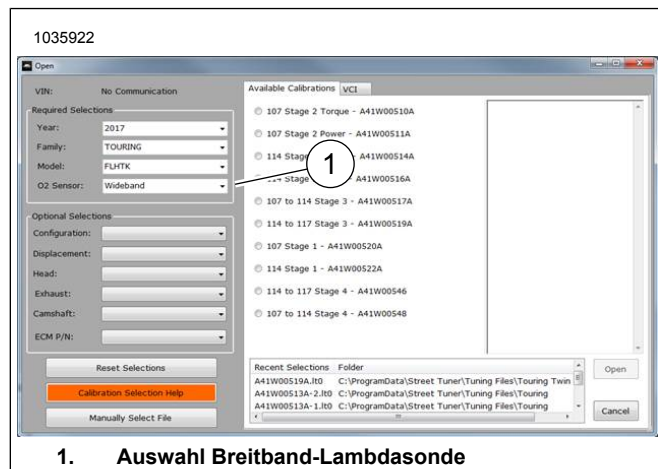

Abbildung 17. Auswahl Breitband-Lambdasonde
24. Siehe Abbildung 17. Den Screamin' Eagle Pro Street Tuner verwenden, um den Einbau abzuschließen. Beim Einbau dieses Satzes die neue ECM-Kalibrierung herunterladen. Bei der Auswahl einer herunterzuladenden Kalibrierung mit dem Screamin' Eagle Pro Street Tuner aus dem Drop-down-Menü „Breitband“ (Wideband) (1) für die Lambdasonde auswählen. Details zum Screamin' Eagle Pro Street Tuner finden Sie im Screamin' Eagle Pro-Katalog oder wenden Sie sich an einen Harley-Davidson Händler.